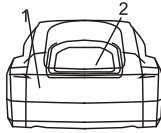
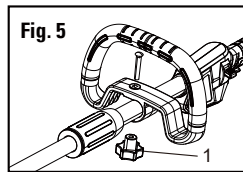

Fig. 3
Fig. 4
- Retirez la batterie déchargée (1) de l'outil en appuyant vers le bas sur le bouton de déverrouillage de la batterie (2) situé à l'arrière de la batterie (Fig. 3) et en retirant la batterie hors de la poignée de l'outil (3) (Fig. 4).